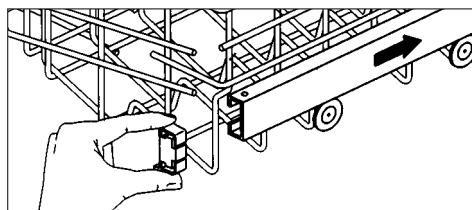
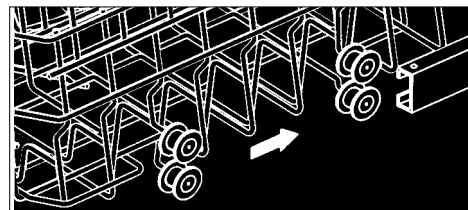

fig. 7
fig. 8
- Trek de korf helemaal naar voren en verwijder het afdekkapje aan de rechterzijde (zie fig. 7). Verwijder de korf. Plaats het andere stel wieltjes in de rails (zie fig. 8). Duw de korf weer in de machine en plaats het afdekkapje terug.